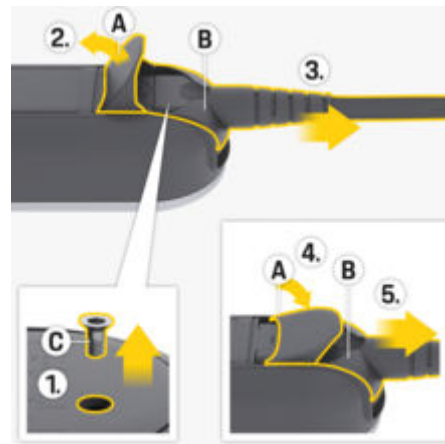

Fig. 31: Débranchement du câble d'alimentation
1. Retirez la vis **C** (Fig. 31) à l'aide d'un outil adéquat.
2. Ouvrez complètement le couvercle **A** (Fig. 31).
3. Tirez la fiche **B** (Fig. 31) jusqu'au premier point de résistance.
4. Fermez le couvercle **A** (Fig. 31) à environ 15 degrés (le couvercle peut être en contact avec la fiche **B** (Fig. 31)).
5. Débranchez entièrement la fiche **B** (Fig. 31).